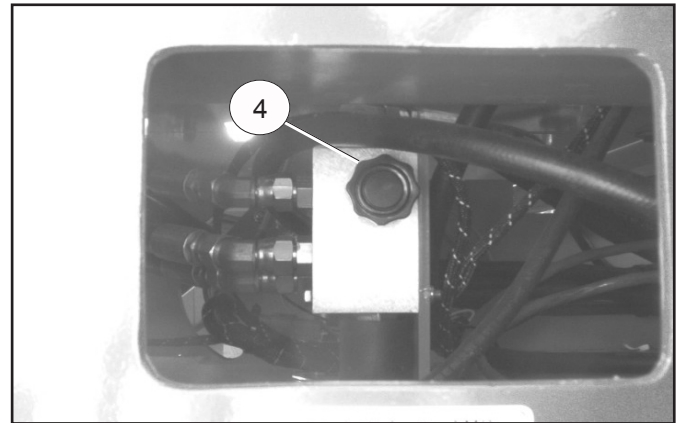

Figura 12 - Parte trasera del chasis
7. Gire la válvula de rueda libre (4) en sentido contrahorario hasta la posición de completamente abierta. La válvula de rueda libre está ubicada en la válvula de conducción en la parte trasera del chasis (vea la Figura 12).